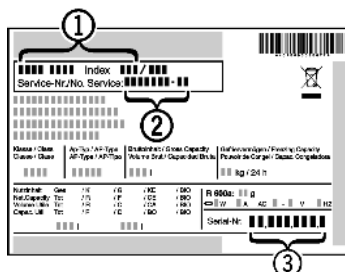

Fig. 15
- Označení přístroje *Fig. 15 (1)*, servisní číslo *Fig. 15 (2)* a sériové číslo *Fig. 15 (3)* naleznete na typovém štítku. Identifikační typový štítek je umístěn na levé vnitřní stěně přístroje.
- Informujte zákaznický servis a sdělte poruchu, označení přístroje *Fig. 15 (1)*, servisní číslo *Fig. 15 (2)* a sériové číslo *Fig. 15 (3)*.